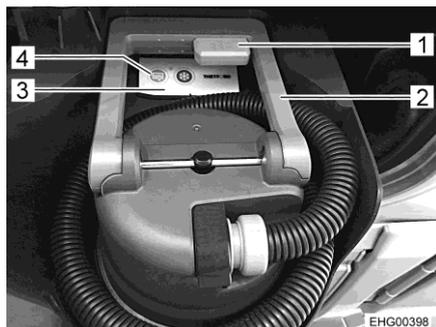

Fig. 150 Module de vidange
Le module de vidange (Fig. 150) permet de vidanger les réservoirs à eaux grises et noires en même temps. Les toilettes, le réservoir à eaux grises et celui à eaux noires sont simultanément automatiquement rincés.
- Tirer la poignée (Fig. 150,2) du module de vidange vers le haut.
- Appuyer sur la touche (Fig. 150,1) de la poignée (Fig. 150,2) pour ouvrir le module de vidange.
- Appuyer sur la touche de vidange bleue (Fig. 150,4) sur le panneau de commande (Fig. 150,3). La vidange commence.
- Attendre que les eaux usées aient été entièrement pompées. La vidange est terminée quand la touche de vidange bleue (Fig. 150,4) n'est plus allumée.
- Appuyer de nouveau sur la touche (Fig. 150,1) pour fermer le module de vidange.
- Replier la poignée (Fig. 150,2).
▷ Il est possible que le module de vidange soit encore ouvert s'il n'est pas possible de replier la poignée. Dans ce cas, appuyer de nouveau sur la touche (Fig. 150,1).